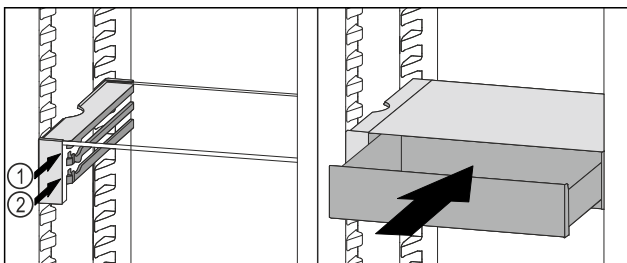

Fig. 168
- Placer le tiroir VarioSafe derrière les butées sur la nervure désirée Fig. 168 (1) ou Fig. 168 (2).